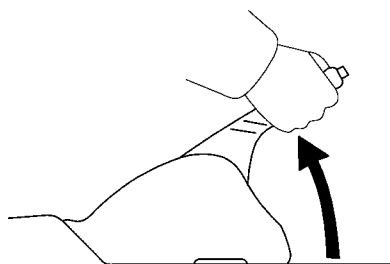

图 15-18 检查停与制动器拉杆行程
(1) 检查停车制动器的拉杆行程。将停车制动器拉杆向上拉到底,数棘爪的“卡嗒”响声数,如图 15-18 所示。